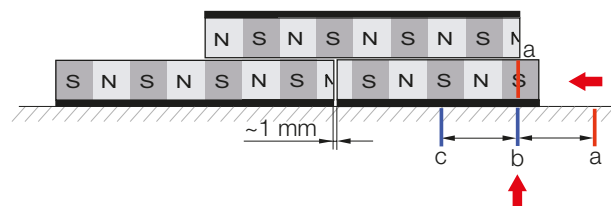

Fig. 4-12: Posicionar el cuerpo de medición recortado
8. Coloque el cuerpo auxiliar sobre el cuerpo de medición M1 en la posición estable (Fig. 4-12). Desplace el cuerpo de medición M2 recortado hacia el punto de contacto hasta que la marca (a) del cuerpo quede alineada con la marca (b) o (c) de la pieza de la máquina (Fig. 4-12). El cuerpo auxiliar debe encontrarse en una posición estable en la que "encaje". En caso necesario, desplace el cuerpo de medición M2 1 mm hacia la derecha o la izquierda hasta localizar el punto que ofrece la máxima fuerza de atracción.